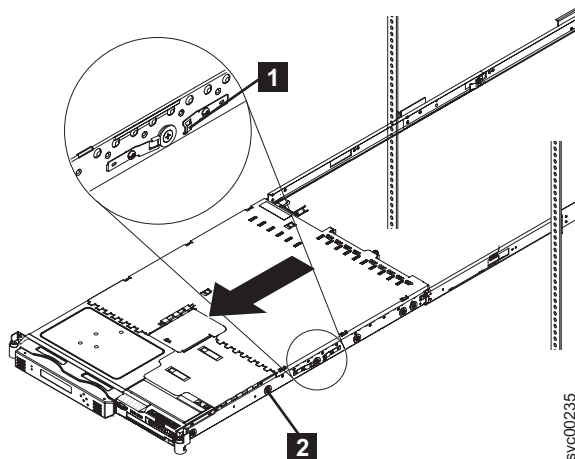

図21. ラックからの SAN ボリューム・コントローラー 2145-8G4 の取り外し
3. これ以上、スライドがノードを保持しない時点でノードの重量を支えられるように作業者を位置付けてから、SAN ボリューム・コントローラー 2145-8G4 ノードの両サイドにある背面スライド・リリース・ラッチ (44 ページの図 21 の **1**) を押します。